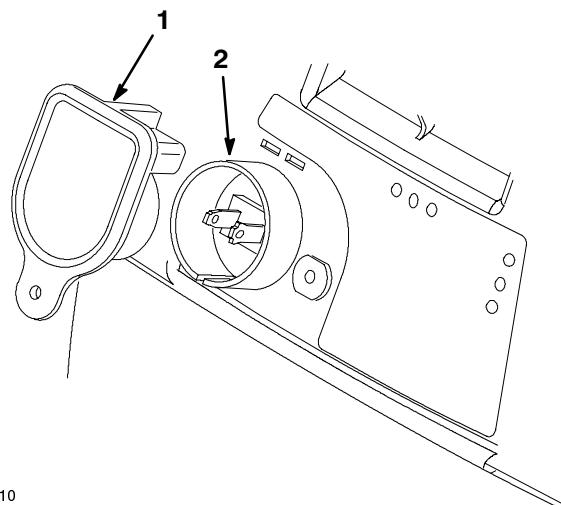

Figure 7
2. Retirer la clé si elle se trouve encore dans la prise (Fig. 7).